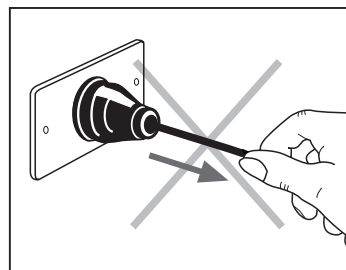

Fig. 2
- Non tirare il cavo di alimentazione o l'apparecchio stesso per togliere la spina dalla presa di corrente **(Fig. 2)**